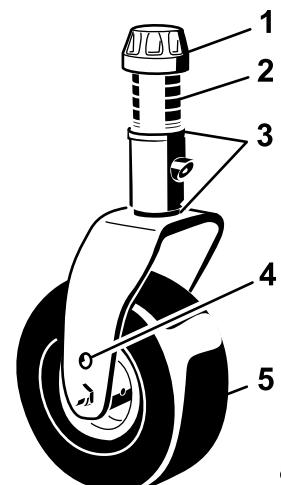
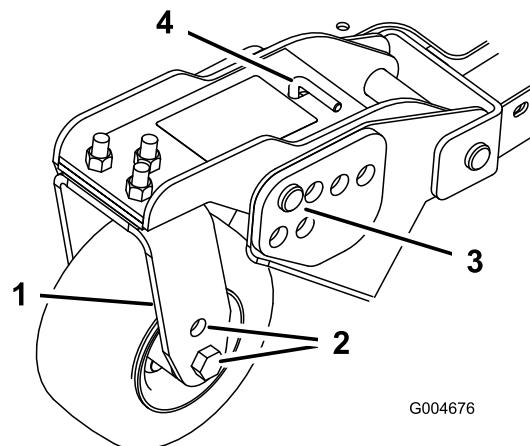

Figura 21
Figura 23
1. Coloque os eixos da roda giratória nos mesmos orifícios em todas as forquilhas da roda giratória (Figura 21 e Figura 23).
2. Retire a tampa de tensionamento do eixo rosco e desloque o fuso para fora do braço da roda giratória (Figura 21).
- Retire o perno de gancho e os pinos de segurança dos braços articulados das rodas giratórias (Figura 23).
- Rode a barra tensora para levantar ou descer o braço articulado, até os orifícios se encontrarem alinhados com os orifícios da altura de corte desejados, na estrutura da plataforma do cortador (Figura 23 e Figura 24).